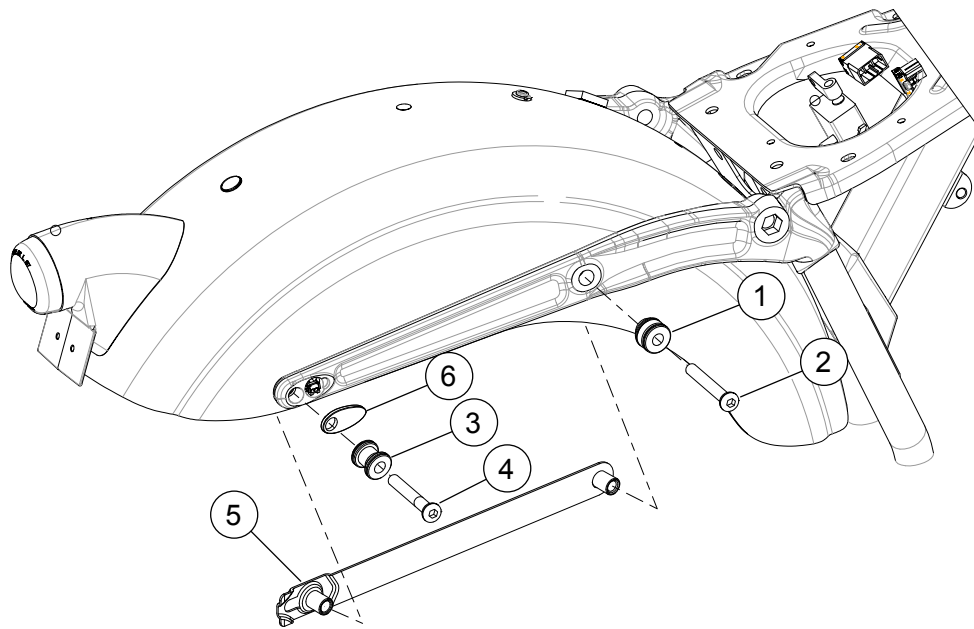

Abbildung 1. Ersatzteile: FXDB Befestigungsstellen-Ausrüstung
Siehe Abbildung 1 und Tabelle 1.
2. Siehe Abbildung 1 und Tabelle 1. Vor dem Einbau, Loctite 243 (blau) auf die Halbrundkopfschraube (2) auftragen. Die verjüngte Seite der vorderen Befestigungsstelle (1) an der Strebe anbringen. Die Halbrundkopfschraube (2) durch die Befestigungsstelle, das Schutzblech und die Schutzblechhalterung (5) führen. Auf ein Drehmoment von 16,3–24,4 N·m (12–18 ft-lbs) anziehen.
3. Vor dem Einbau, Loctite 243 (blau) auf die Halbrundkopfschraube (4) auftragen. Die Vertiefungsabdeckung (6), hintere Befestigungsstelle (3) und Schraube (4) an der Schutzblech-Befestigungshalterung anbringen und auf ein Drehmoment von 16,3–24,4 N·m (12–18 ft-lbs) anziehen.